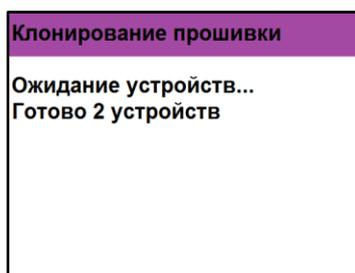

Рисунок 15 - Ожидание устройств для клонирования загрузчика ППК-мастер
- 1.3.1. На ППК-мастер необходимо нажать кнопку “0” на клавиатуре и произвести подключение питания. ППК-мастер автоматически перейдет в режим поиска ППК в CAN сети для клонирования загрузчика (рисунок 15).
- 1.3.6. Все ППК в текущей CAN-сети после клонирования автоматически перезагрузятся с новой версией загрузчика и начнется его обновление (рисунок 15).